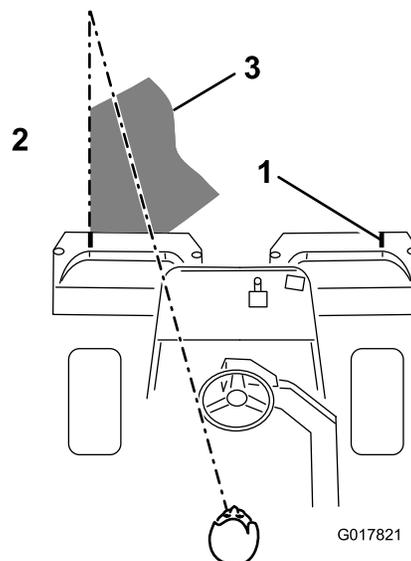

Figura 39
3. Sobreponha uma quantidade mínima com o corte anterior nas passagens adicionais. Para cortar em linha recta ao longo do relvado e de modo a conseguir manter uma distância equitativa entre a extremidade da zona de corte anterior, estabeleça uma linha imaginária de aproximadamente 1,8 a 3 metros à frente da máquina até a extremidade da zona por cortar (Figura 39). Alguns utilizadores acham útil incluir a borda exterior da roda motriz na linha imaginária; por exemplo, mantenha a extremidade da roda motriz alinhada com um ponto que se mantém sempre à mesma distância da dianteira da máquina (Figura 39).